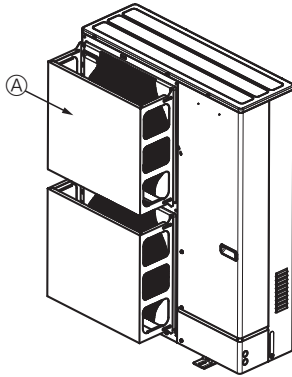

Fig. 2-4
- ② Τοποθετήστε έναν προαιρετικό οδηγό προστασίας από τον άνεμο, στην περίπτωση που η μονάδα είναι εγκατεστημένη σε σημείο όπου οι ισχυροί άνεμοι από κάποιον τυφώνα κ.λπ. ενδέχεται να εισέλθουν απευθείας στην έξοδο αέρα. (Fig. 2-4)